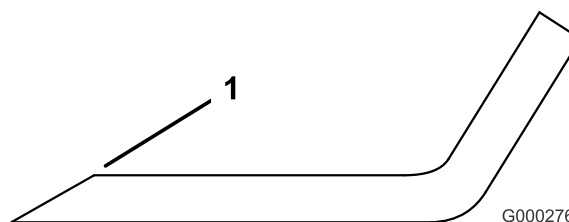

Figure 59
1. Au moyen d'une lime, aiguissez les tranchants aux deux extrémités de la lame (Figure 59). Veillez à conserver l'angle de coupe d'origine. Limez la même quantité de métal sur chacun des deux tranchants pour ne pas déséquilibrer la lame.